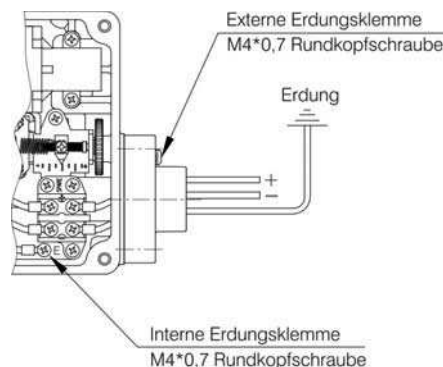

Figure 11
7. Fermez le couvercle. Voir figure 11
Pour les connexions de mise à terre, consultez la figure 11
6. Une fois l'installation terminée, serrez la vis. Figure 11